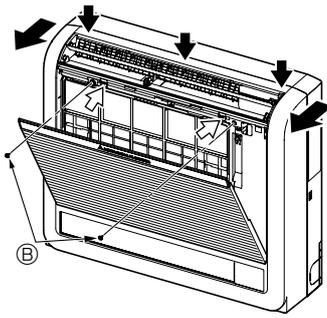

Fig. 3-3
- Πιέστε τα 2 σημεία που υποδεικνύονται από τα βέλη ⇄ και ανοίξτε τις μπροστινές γρίλιες. (Fig. 3-3)